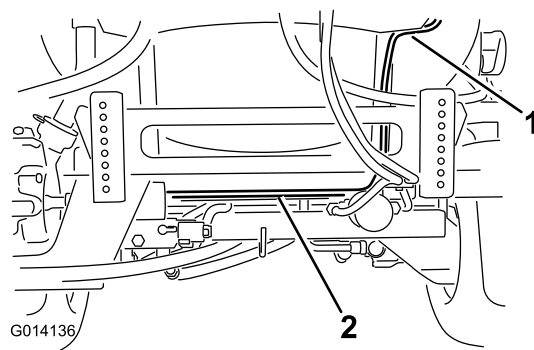

Figura 14
1. Localice el arnés de cables que viene de la caja de control del carrete de la manguera. Pase el extremo más largo del arnés con los terminales circulares y un conector de fusible por la parte trasera del patín del depósito y del bastidor del vehículo, detrás del soporte del actuador del brazo (Figura 14). Utilice un sujetacables de plástico para sujetar el arnés al bastidor.